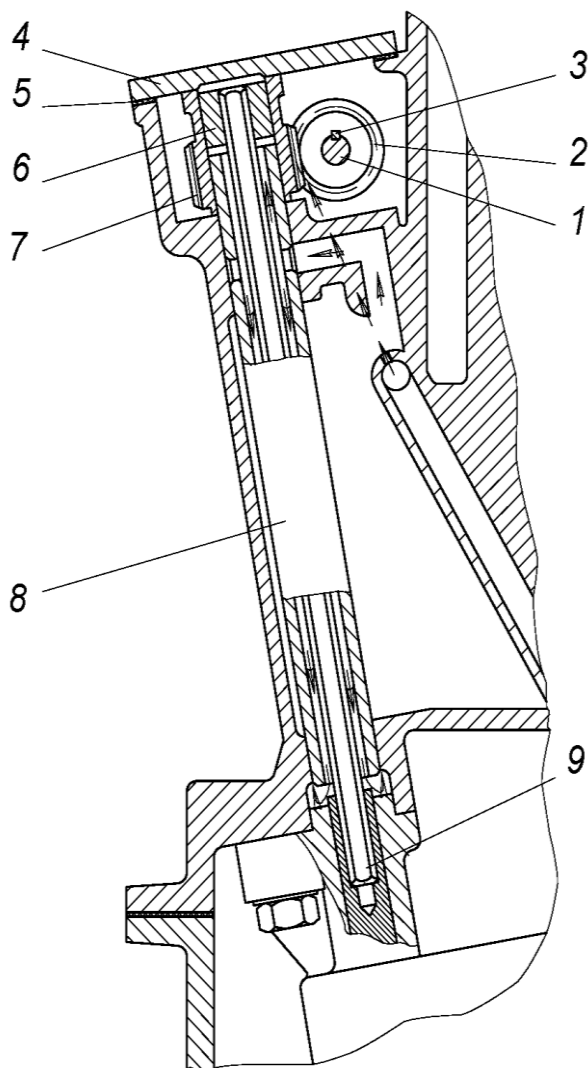

Рис.27. Привод масляного насоса:
От верхнего подшипника валика привода масляного насоса масло через поперечные сверления и внутреннюю полость валика подается для смазки нижнего подшипника валика и опорной поверхности ведомой шестерни 7 привода (рис.27). Шестерни привода масляного насоса смазываются струей масла, разбрызгиваемой через калиброванное отверстие в центральной масляной магистрали.
**Привод масляного насоса** (рис.27) осуществляется парой винтовых шестерен от промежуточного вала 1 привода распределительных валов.